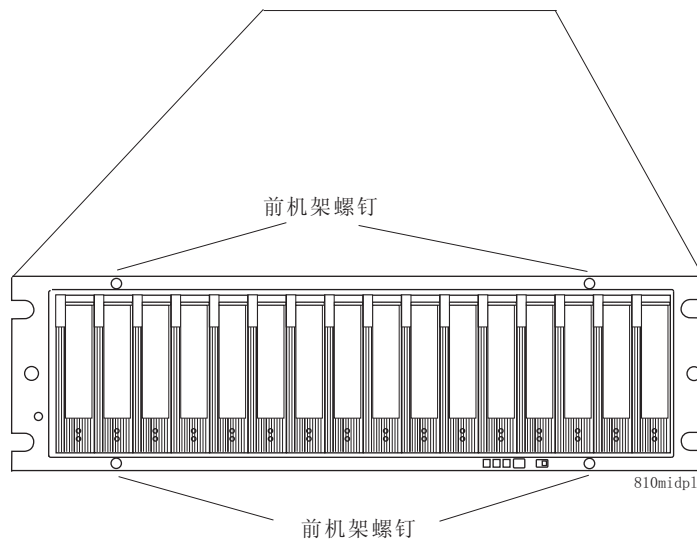

图 39. 前机架螺钉位置
10. 如图 39 中所示，使用 1 号十字螺丝刀拧松中面板上的四颗前机架螺钉。
17. 拧紧四颗前机架螺钉。请参阅第 83 页的图 39。